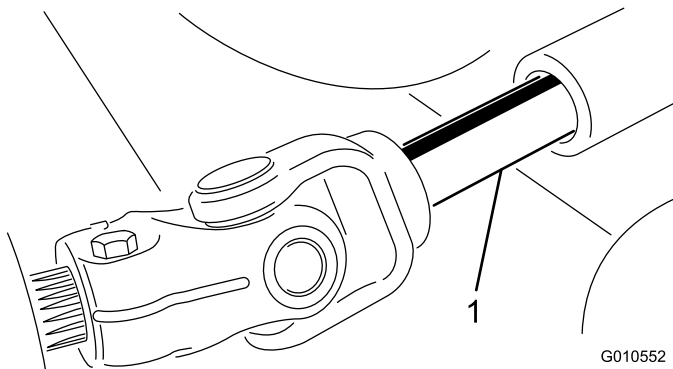

Figura 17
4. Pare el motor y separe la unidad de corte de la unidad de tracción y el bastidor de tiro, separando las secciones macho y hembra del árbol de la toma de fuerza (Figura 17).